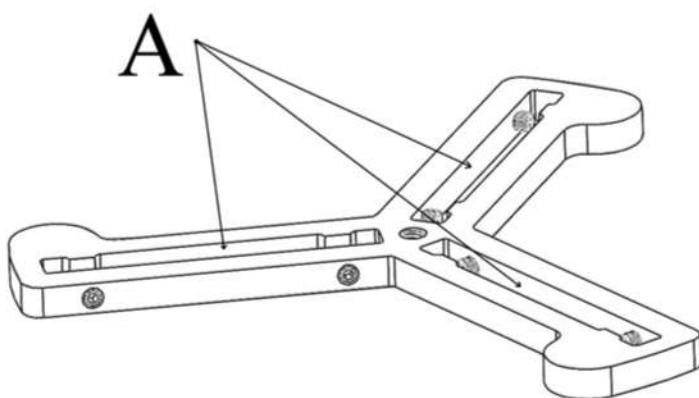

Рисунок 1
6.3. Выберите три параллельки одинакового размера, необходимого вам, и поместите их в продольные вырезы «A» упора (Рис. 1) так, чтобы их базирующая плоскость лежала на ровной поверхности.